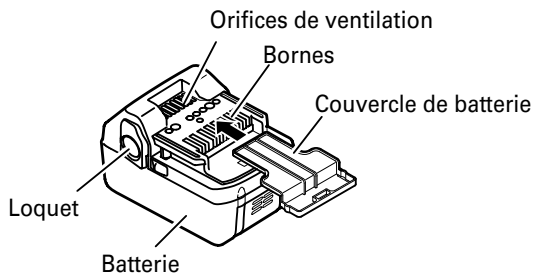

Fig. 1
- **Soit ranger le bloc de pile avec l'outil électrique ou de manière sécuritaire en l'enfonçant dans le couvercle jusqu'à ce que les orifices de ventilation soient dissimulés afin d'éviter les courts-circuits.** (Voir la Fig. 1)